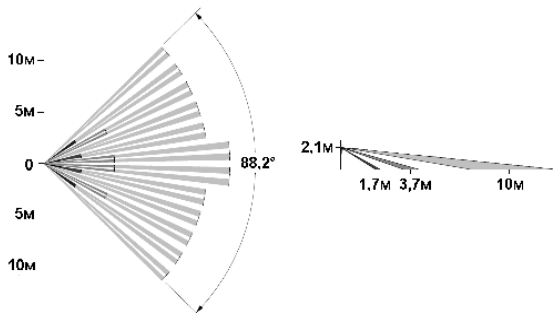

Рис.3 Диаграмма зоны обнаружения каналом ИК при наклоне основания извещателя вперед на угол 12 градусов
- Широкоугольная линза позволяет создать зону обнаружения по ИК каналу максимальной площади (рис.3);